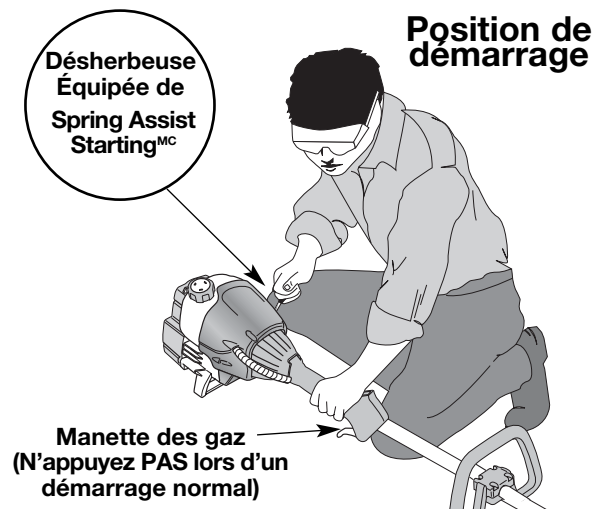

Fig. 8
AVERTISSEMENT: évitez tout démarrage accidentel. Tenez-vous en position de démarrage lorsque vous tirez sur la corde de démarrage (Fig. 8). L'opérateur et l'appareil doivent tous deux être en position stable pour éviter des blessures graves. Vérifiez la bonne installation de l'accessoire avant le démarrage de l'appareil.
4. Accroupissez-vous en position de départ et **n'appuyez pas sur la manette des gaz** (Fig. 8). Tirez le cordon de démarrage d'un **mouvement contrôlé et ferme** jusqu'à ce que le moteur essaie de démarrer. Répétez jusqu'à ce que le moteur démarre.